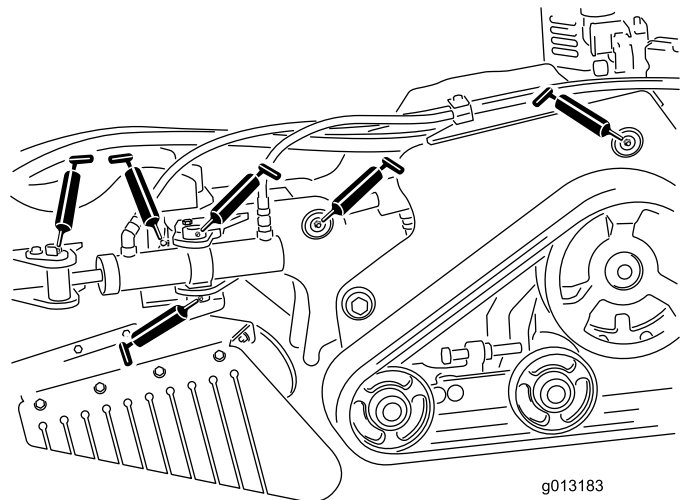
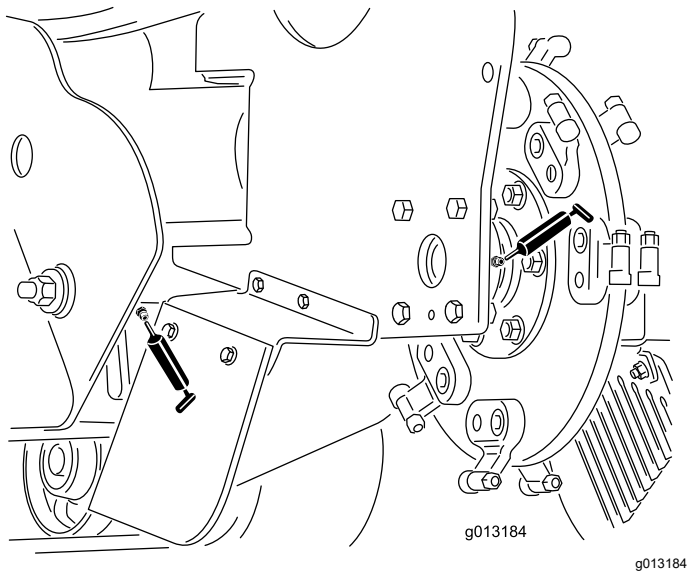

Bild 25
Bild 26
4. Setzen Sie die Fettpresse nacheinander an allen Nippeln an (Bild 25 und Bild 26).